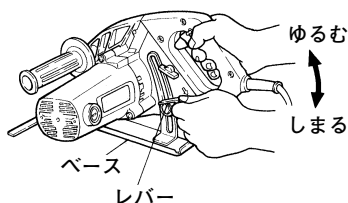

図 6
- 切込み調整用レバー（図6参照）がゆるんでいると、けがの原因になります。十分締まっていることを確認してください。
(1) 切込み深さの調整（図6）